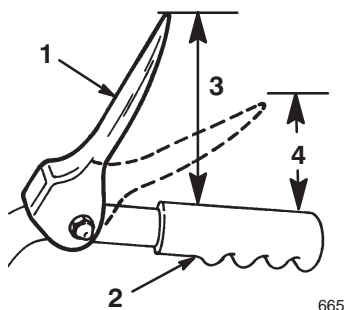

Figura 6
2. Regolare verso l'alto o il basso i due dadi di bloccaggio flangiati sull'asta della trazione, finché la distanza tra l'estremità superiore dell'impugnatura e l'estremità inferiore della leva di comando della trazione non è di circa 11 cm, come illustrato nella Figura 6.